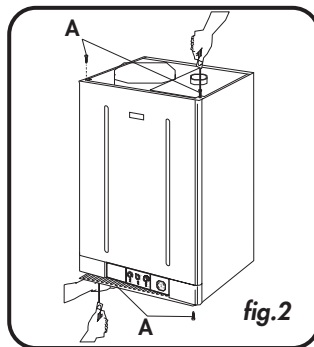

fig.2
- Quiten los cuatro tornillos **A** de fijación del envoltorio (fig.2)